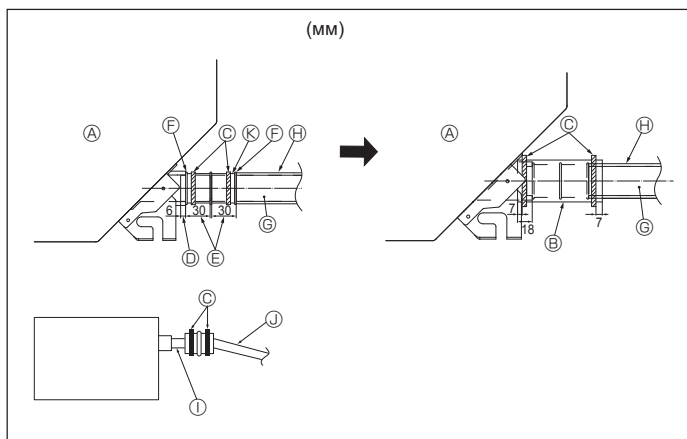

Fig. 5-2
1. Під'єднайте дренажне гніздо (поставляється в комплекті з блоком) до дренажного отвору. (Fig. 5-2)